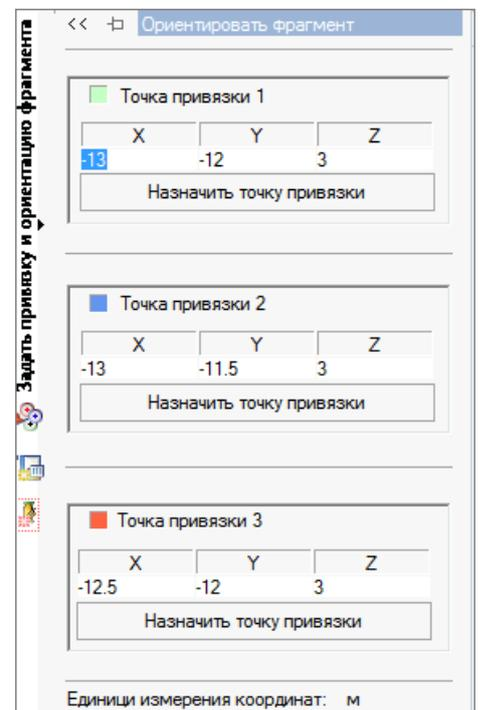

Рисунок 2.155
- указанием координат (рисунок 2.155);